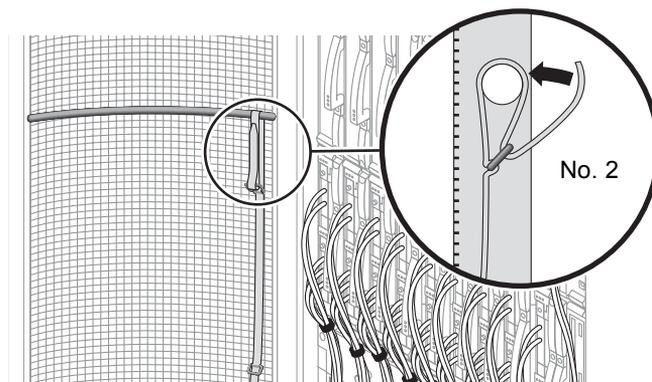

図 18-2 背面ドアの保守用ストラップ
1. 緑のバックルストラップ (No. 2) を、左側のキャビネットドアの上部クロスバーのヒンジ側に取り付けます (図 18-2)。
2. 緑のバックルストラップ (No. 2) を、右側のキャビネットドアの上部クロスバーのヒンジ側に取り付けます (図 18-2)。
1. 緑のバックルストラップ (No. 2) を、ドアの上部クロスバーのヒンジ側に取り付けます (図 18-2)。
2. バックルを外して、左側のキャビネットドアの上部クロスバーのヒンジ側から緑のバックルストラップを取り外します (図 18-2)。
3. バックルを外して、右側のキャビネットドアの上部クロスバーのヒンジ側から緑のバックルストラップを取り外します (図 18-2)。
2. バックルを外し、キャビネットドアの上部クロスバーのヒンジ側から緑のストラップを取り外します (図 18-2)。